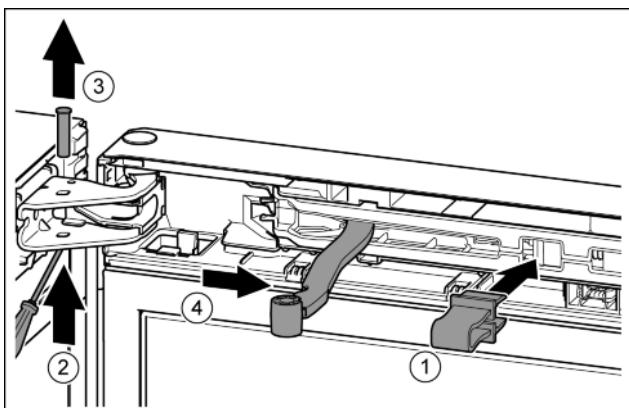

Fig. 13
- Зафіксуйте запобіжник в отворі. Fig. 13 (1)
- Виштовхніть палець за допомогою викрутки. Fig. 13 (2)
- Вийміть гвинт рухом нагору. Fig. 13 (3)
- Поверніть шарнір у напрямку дверцята. Fig. 13 (4)